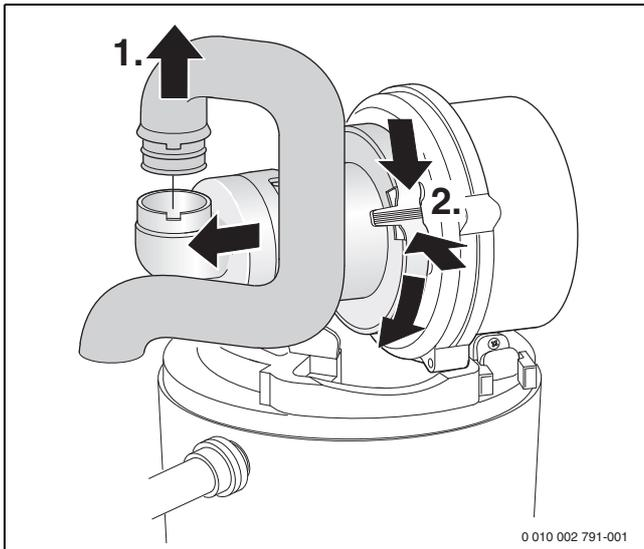

Bild 77 Saugrohr und Mischeinrichtung ausbauen
- ▶ Mischeinrichtung ausbauen (→ Bild 77, Seite 54).